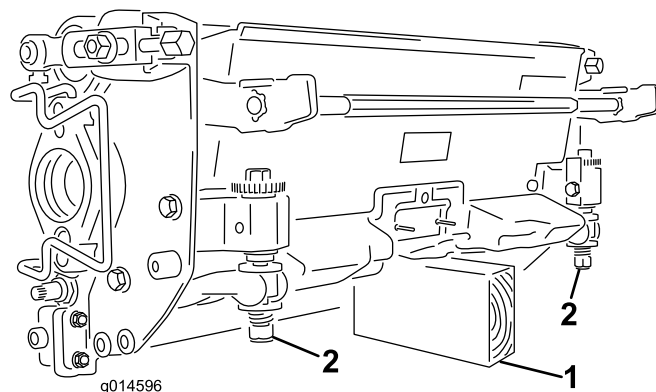

Figure 50
**Important:** Chaque fois que vous devez basculer l'unité de coupe, soutenez l'arrière pour empêcher les écrous situés sur les vis de réglage de la barre d'appui de reposer sur la surface de travail (Figure 50).